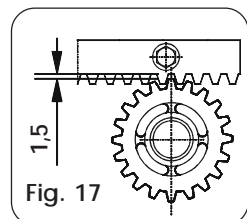

Fig. 17
- Na de installatie van de tandheugel moet de positie van de motorvertraging ongeveer 1,5 mm worden verlaagd (Fig. 17) om te garanderen dat de tandheugel goed in het tandwiel grijpt.